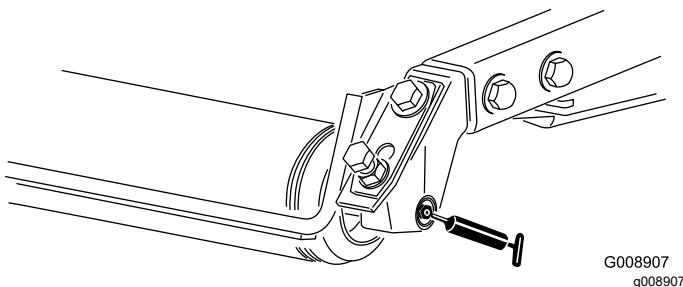

Bild 73
- Heckrollenlager (2 pro Schneideeinheit)—Bild 73